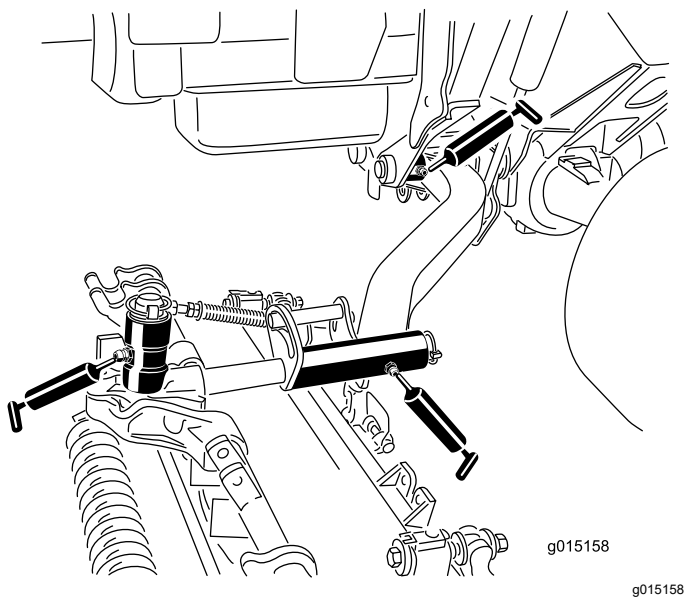

Figura 116
- Buclele de pivotare ale braului de ridicare (1 per unitate de tăiere), consultați Figura 116
- Cadrul de susinere al unității de tăiere (2 per unitate de tăiere), consultați Figura 116
- Pivotul braului de ridicare a unității de tăiere (1 per unitate de tăiere), consultați Figura 116